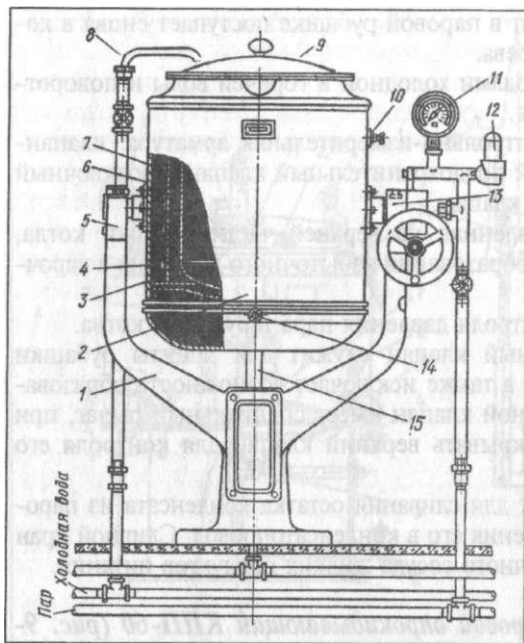

Рис. 9-13. Котел пищеварочный паровой КПП-60
**Котел пищеварочный паровой опрокидывающий КПП-60 (рис. 9-13).** Он состоит из внутреннего варочного сосуда цилиндрической формы и наружного корпуса покрытого теплоизоляцией и кожухом.